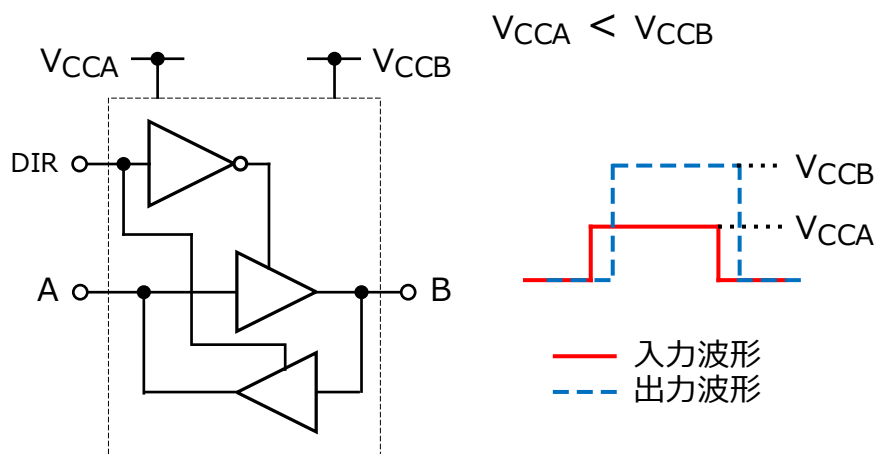

図 3.2 ロジック(バッファタイプ)等価回路と入出力波形イメージ
1.3 章で示しますように、ロジック(バッファタイプ)の製品は、CMOS で構成されており、ゲートにデジタル信号を入力して MOSFET を駆動する回路形式となっています。そのため製品固有の駆動能力があり、出力はデジタル信号になります。また、出力は入力に対して伝搬遅延時間遅れます(図 3.2)。